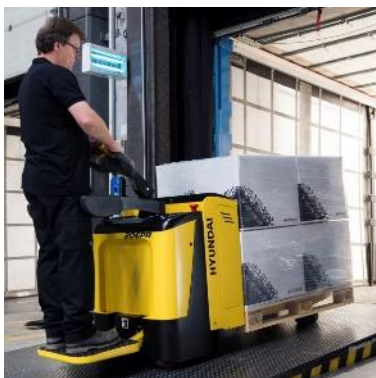

Imagen1
- **Transpaletas eléctricas de conductor montado.** Son como las manejadas a pie, pero en estos modelos el operario va subido en una plataforma abatible (imagen 1) o montado en un asiento (imagen 2).